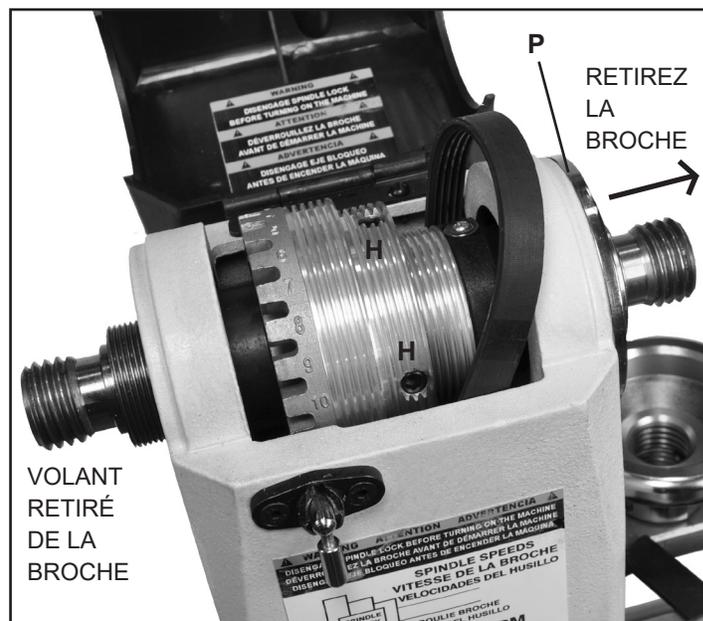

FIG. 14
7. À l'extrémité opposée de la poupée fixe, ôtez la plaque des roulements (#19B) en dévissant les 3 vis à tête hexagonale (#20B) avec une clé hexagonale de 3mm. FIG. 14,P
8. Desserrez et retirez les vis de blocage (FIG. 14, H) qui retiennent la poulie (#7B) sur la broche. La poulie devrait maintenant être libre sur la broche. **NOTE:** Il y a deux (2) vis de blocage, une par-dessus l'autre, dans les deux (2) trous filetés. Cet empilage empêche les vis de blocage de se desserrer durant l'utilisation.
Une fois qu'il y a un espace suffisant, la vieille courroie peut être retirée de la broche et remplacée par la nouvelle courroie. Figure 14.